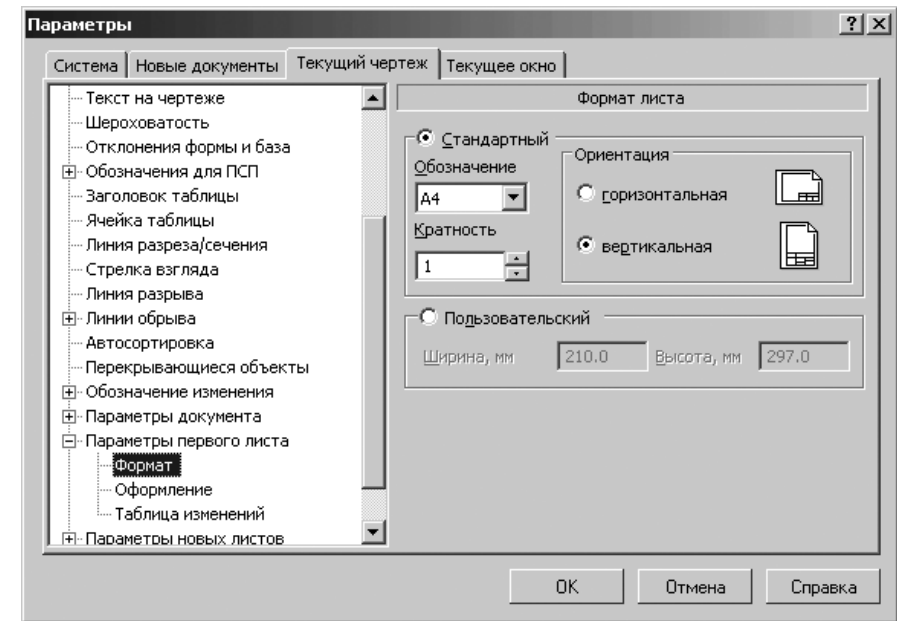

Рис. 3.101. Диалоговое окно **Параметры** с открытой вкладкой **Текущий чертеж** и панелью **Формат листа**
- щелкните в диалоговом окне **Параметры** по пункту **Параметры первого листа**, если он не раскрыт, а затем по пункту **Формат**. В правой части появится панель **Формат листа**, с ранее установленным форматом показанная на рис. 3.101.